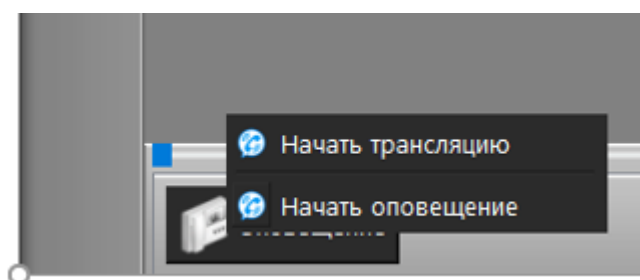

Рисунок 3.2 - Проверка подачи голосового сигнала и аудиосигнала через СПО
- с помощью кнопки «Начать оповещение» (рисунок 3.2) выполнить воспроизведение аудиосигнала с помощью аудиофайла;
- с помощью кнопки «Начать трансляцию» (рисунок 3.2) выполнить подачу голосового сигнала через микрофон.